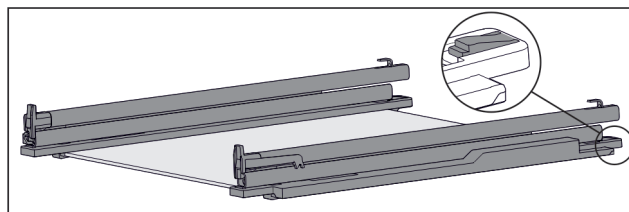

Fig. 155 Üveglap sínekkal és tartóelemekkel
- Nyomja le hátul a tartóelemet (lásd Fig. 155) , közben a színt tolja hátrafelé.